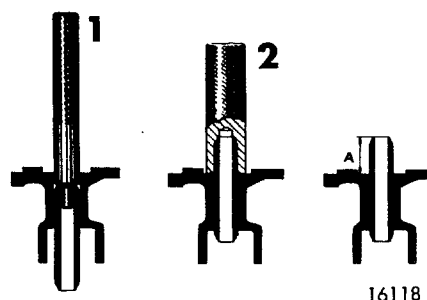

Fig 01-50. Byte av ventilstyrningar
2. Pressa i nya styrningar se fig 01-50. Styrningarna levereras som reservdelar brotschade till rätt mått.